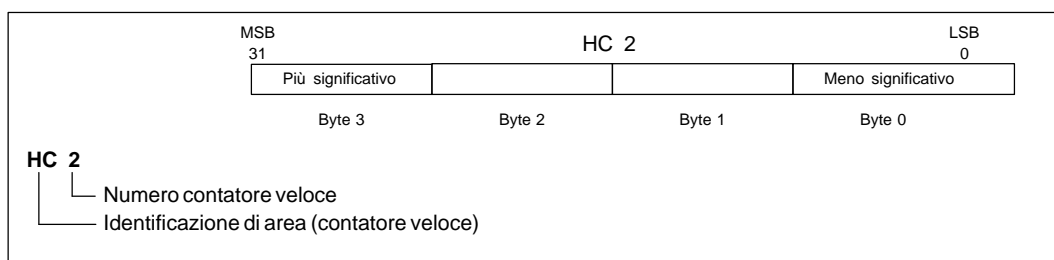

Figura 7-8 Accesso ai valori correnti dei contatori veloci
I contatori veloci hanno la funzione di conteggiare eventi veloci che non possono essere controllati alla velocità di scansione della CPU. Essi dispongono di un valore di conteggio in numero intero con segno a 32 bit (o valore corrente). Se si desidera accedere al valore di conteggio dei contatori veloci si specifichi l'indirizzo del contatore veloce mediante il tipo di memoria (HC) e il numero del contatore (p. es., HC0). Il valore corrente del contatore veloce è un valore di sola lettura e può essere indirizzato solo in formato di doppia parola, come riportato alla figura 7-8.